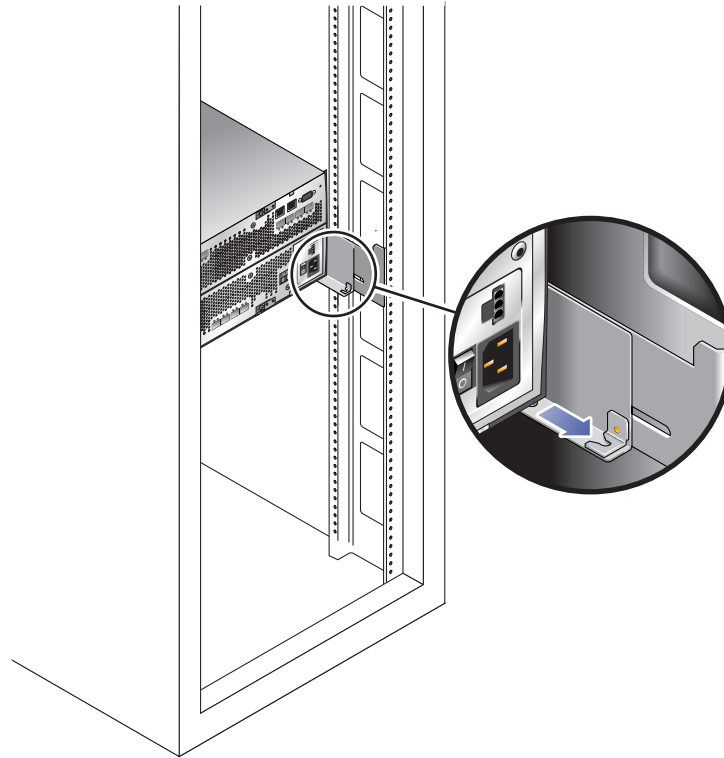

FIGURE 2-14 Fixation du plateau à l'arrière du rail de l'armoire
3. Installez et serrez la vis sur chaque côté de l'arrière du plateau pour fixer le plateau à l'armoire (FIGURE 2-14).